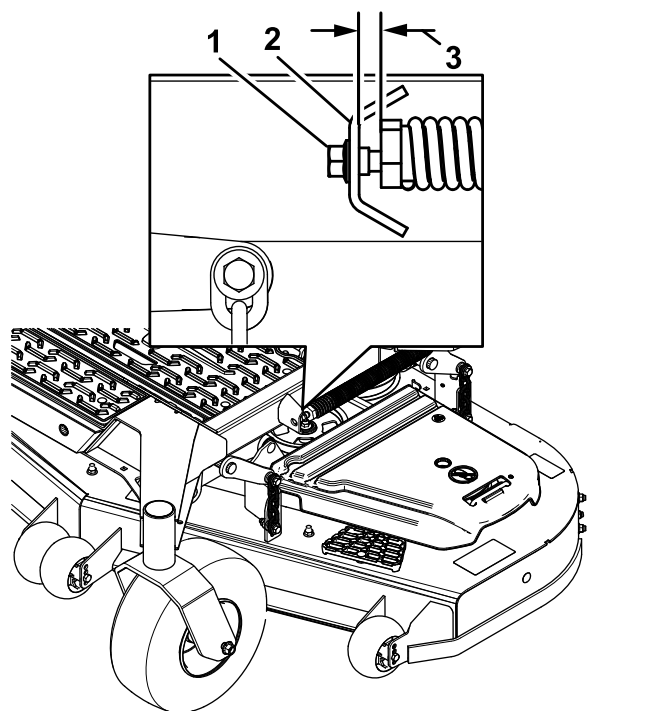

Figura 88
10. Afloje lentamente el tornillo de ajuste del muelle de elevación asistida hasta que pueda retirar el tornillo (Figura 88).